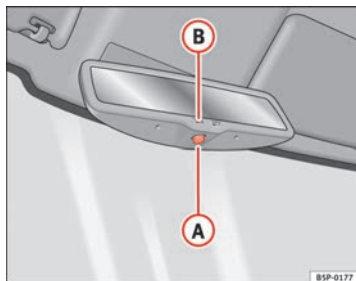

Fig. 67 Specchio retrovisore interno fotocromatico
- Premere il tasto **A** ⇒ fig. 67. La spia **B** si spegne.
- Premere il tasto **A** ⇒ fig. 67. La spia si accende.